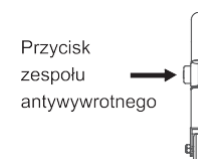

Рисунок 5.9
- Нажмите кнопку реверса на узле антиаконечника и поверните узел антиаконечника против часовой стрелки, пока не услышите "щелчок". Сборка антипрокидывателя развернута, и труба антипрокидывателя находится на высоте примерно 4 см от земли, см. рис. 5.9 и 5.10.